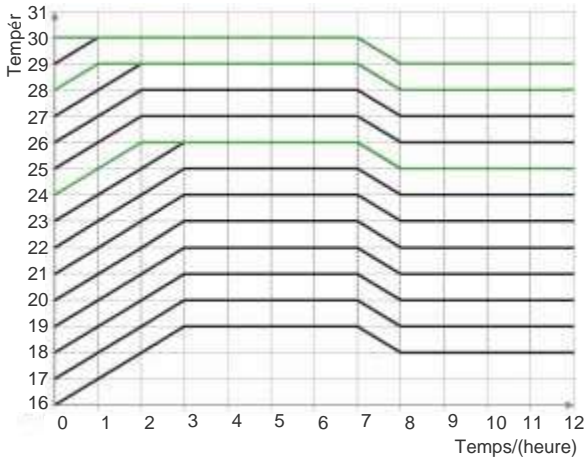

Fig.14 Courbe de Nuit en mode Réfrigération
- ① Par défaut, le mode Nuit est désactivé lors du retour de l'alimentation après une coupure.
- ② La fonction Nuit n'est pas disponible en mode Ventilateur.
- ③ Lorsque la fonction Silencieux est activée, celle-ci sera toujours effective, que la fonction Nuit soit activée ou non.
- ④ En mode Réfrigération, la fonction Nuit est activée, la plage de température configurée peut être 16–23°C, 24–27°C, 28–29°C ou 30°C. Chaque plage présente une courbe différente, comme indiqué dans la Fig.14.